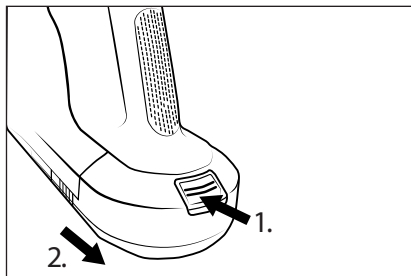

Fig. 13
- ♦ For at fjerne batteriet **2** fra produktet, skal du trykke på oplåsningsknappen til batteriet **1** og tage batteriet **2** ud af produktet (se fig. 13).